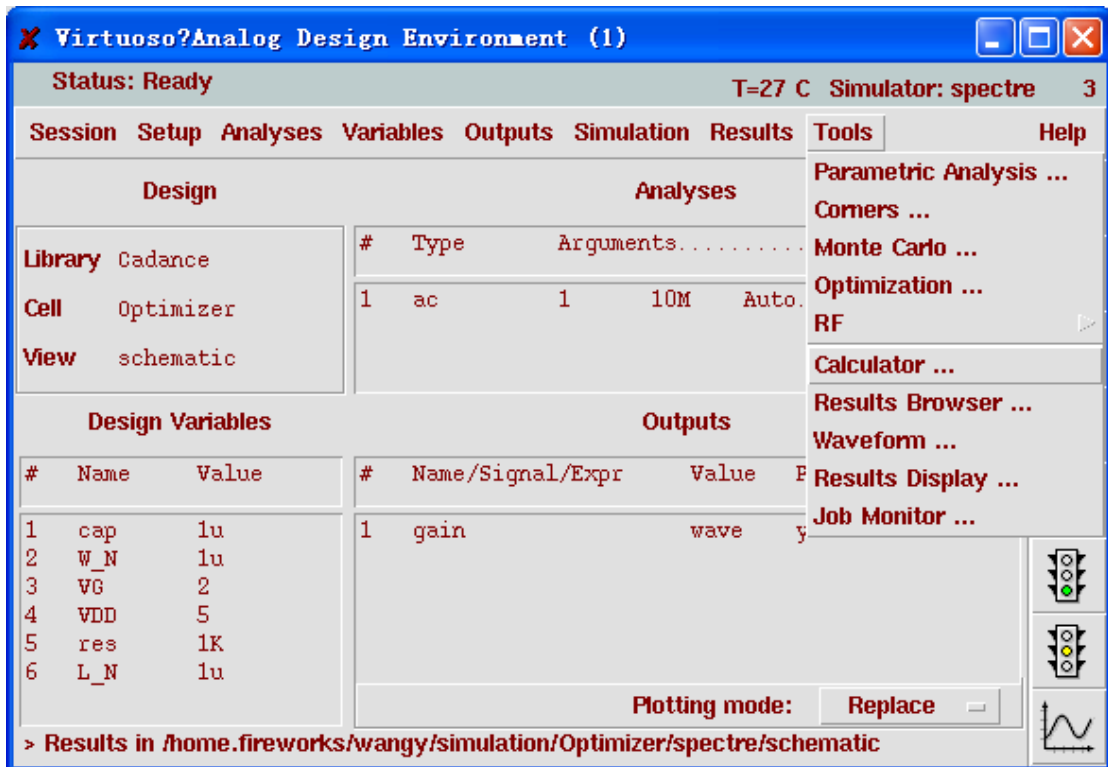

图 8.6 从“Analog Design Environment” → “Tools” 开启“Calculator”
- 在“Analog Design Environment”窗口中选择“Tools” → “Calculator”，如图 8.6 所示